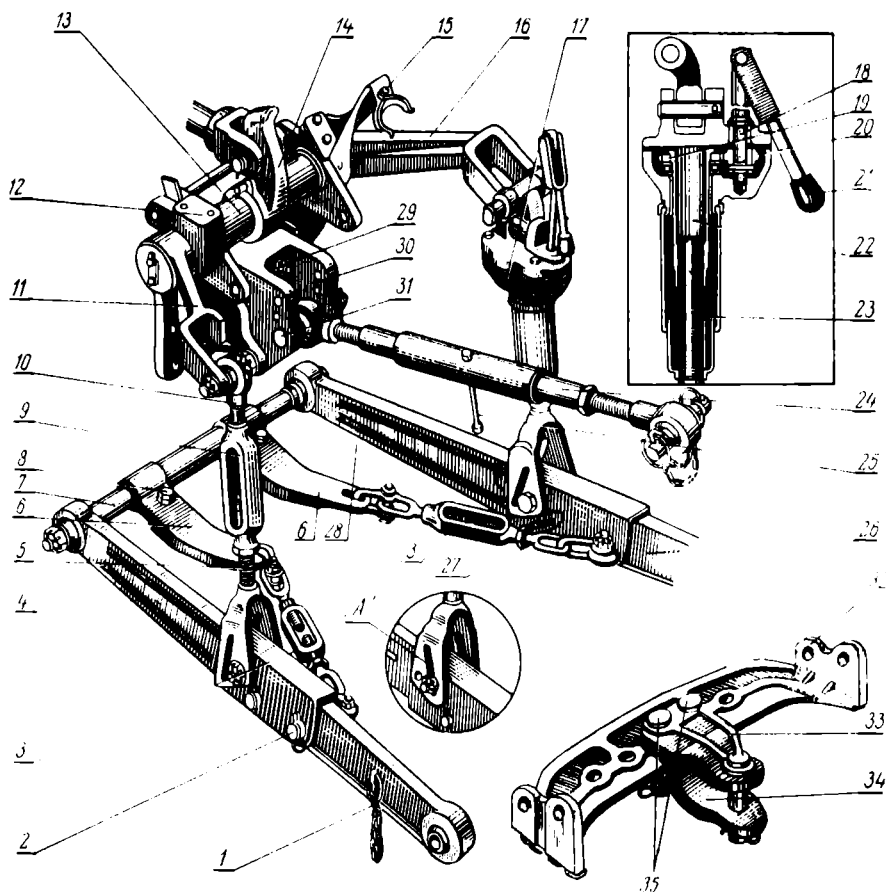

Рис. 30. Заднее навесное устройство:
При соединении трактора с широкозахватными машинами вилки 5 и 23 (рис. 30) раскосов навесного устройства трактора соедините с продольными тягами по прорезям, что обеспечит лучшую приспособляемость рабочих органов к рельефу почвы по ширине захвата.
1. Установите центральную тягу навесного устройства на верхнее отверстие серьги 30 (рис. 30).
При работе на пахоте в случаях, когда фактически получаемая максимальная глубина меньше требуемой, центральную тягу навесного устройства переставьте на среднее отверстие серьги 30 (рис. 30).